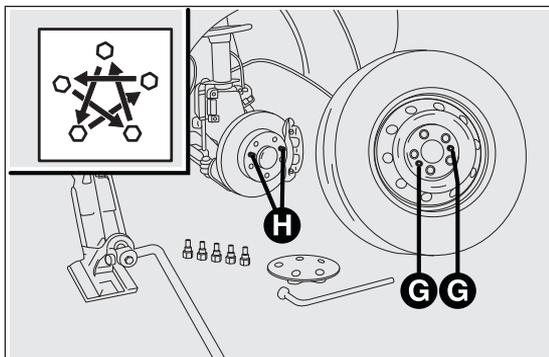

Abb. 176
- das Ersatzrad einbauen und dabei darauf achten, dass die fünf Öffnungen G Abb. 176 mit den entsprechenden Stiften H übereinstimmen. Beim Einbauen des Ersatzrades kontrollieren, dass die Auflageoberflächen des Rades sauber und ohne Unreinheiten sind, was ein Lockern der Radbolzen verursachen könnte;
- Die Radbolzen gleichmäßig über Kreuz mit der in Abb. 176 gezeigten Reihenfolge festziehen.